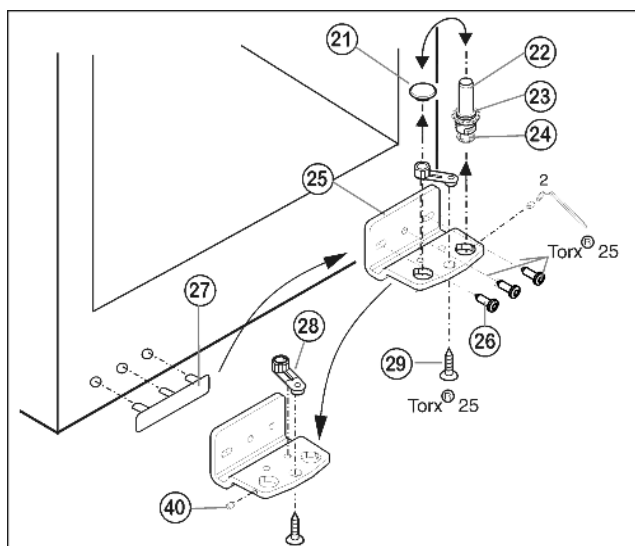

Fig. 7
- ▶ Отвинтите установочный винт Fig. 7 (40) приблизительно на один оборот прилагаемым торцевым ключом.
- ▶ Извлеките опорный винт Fig. 7 (22) в комплекте с шайбой Fig. 7 (23) и регулируемой опорой Fig. 7 (24), вывинчивая его вверх.
- ▶ Снимите пробку Fig. 7 (21).
- ▶ Открутите Fig. 7 (26) опорный кронштейн Fig. 7 (25).
- ▶ Полностью выкрутите установочный винт Fig. 7 (40) и вкрутите на противоположной стороне на нижнем опорном кронштейне, чтобы он был заподлицо с этим кронштейном.
- ▶ Открутите Fig. 7 (29) опорную деталь Fig. 7 (28) и, переставив в отверстие на противоположной стороне опорного кронштейна, снова прикрутите.
- ▶ Переставьте пробку Fig. 7 (21) в свободное отверстие.
- ▶ Осторожно снимите и переставьте на противоположную сторону крышку со стороны ручки Fig. 7 (27).
- ▶ Снова прикрутите опорный кронштейн Fig. 7 (25) на новой стороне шарнира (с моментом 4 Нм). При необходимости используйте аккумуляторный шурупверт.
- ▶ \*Вновь закрутите опорный винт Fig. 7 (22) в комплекте с шайбой и регулируемой опорой.
- ▶ Затяните установочный винт Fig. 7 (40).
- ▶ Установите нижнюю дверцу сверху на нижний опорный винт Fig. 7 (22).
- ▶ При необходимости выровняйте дверцы через два продольных паза в нижнем опорном кронштейне Fig. 7 (25) и среднем опорном кронштейне Fig. 5 (13) параллельно корпусу устройства. Для этого выкрутите средний винт на нижнем опорном кронштейне Fig. 7 (25).